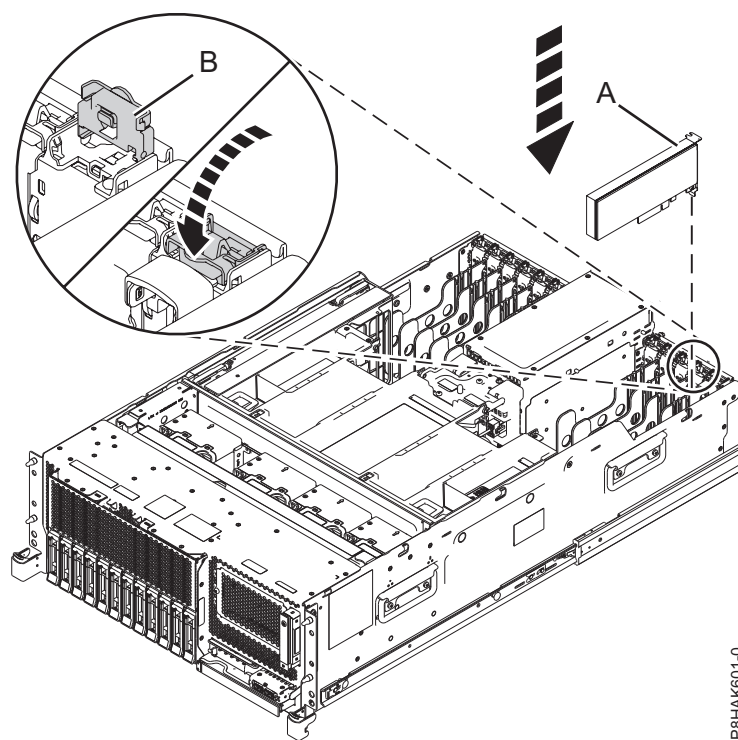
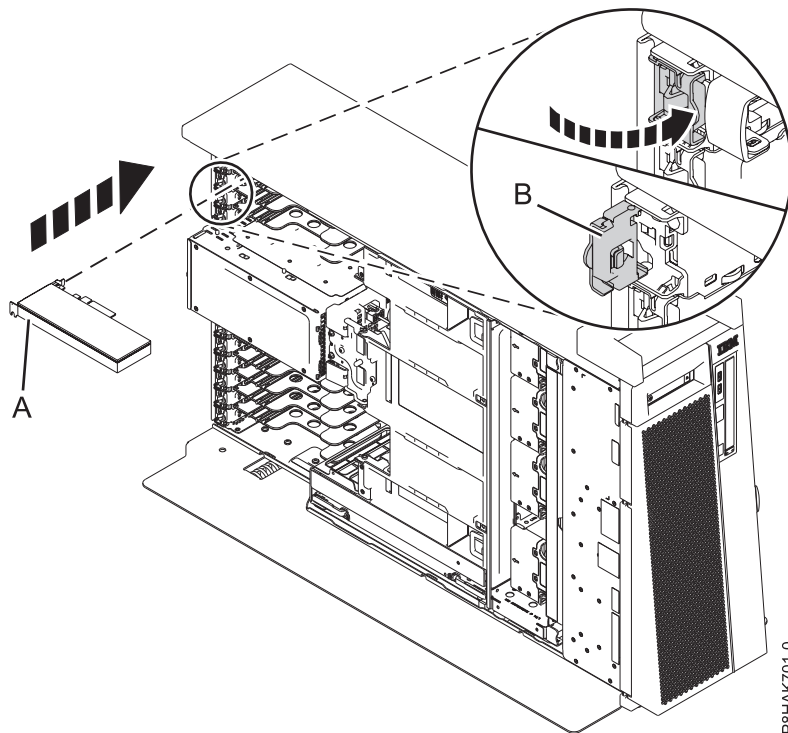
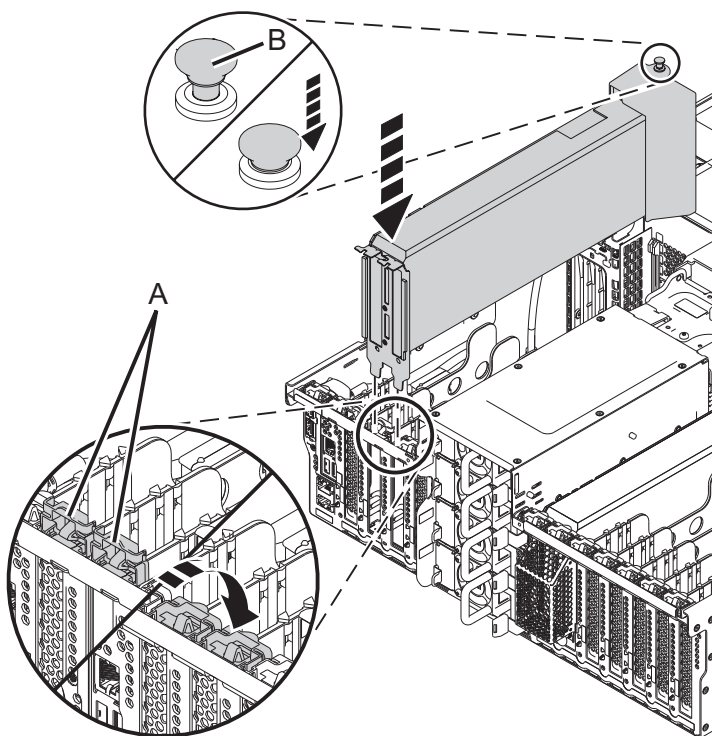

Figura 7. Instal·lació o substitució d'un adaptador PCIe en un sistema muntat en bastidor
Figura 8. Instal·lació o substitució d'un adaptador PCIe en un autònom sistema 8286-41A
Figura 9. Instal·lació o substitució de l'adaptador GPU adaptador PCIe en un sistema muntat en bastidor
8. Si el pestell d'adaptador (B) de la ranura de destinació encara no està en la posició d'obertura, estireu el pestell fins que es col·loqui en posició d'obertura fent-lo girar cap a fora del clip de la part posterior del sistema, tal com es mostra a la Figura 7 a la pàgina 9 i Figura 8 a la pàgina 9.
9. Agafeu amb compte l'adaptador per l'extrem superior o per la contrapunta i alineu-lo amb la ranura i el seu connector de la placa posterior del sistema (A), tal com es mostra a Figura 7 a la pàgina 9, Figura 9 a la pàgina 10 i Figura 8 a la pàgina 9.
- a. Feu girar el pestell d'adaptador (A) en la direcció que es mostra a la Figura 9.
- b. Pressioneu el pestell (B) del deflector d'aire perquè quedi bloquejat al seu lloc, tal com mostra la Figura 9.
12. Per bloquejar l'adaptador dins la seva ranura, feu girar el pestell d'adaptador (B) en la direcció que es mostra a la Figura 7 a la pàgina 9 i Figura 8 a la pàgina 9.